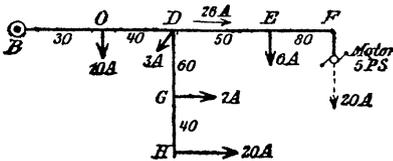

Fig. 37.
117. Einer Verteilungsleitung wird im Punkte B Strom zugeführt, der in den Punkten C, D, E, F in der in Fig. 37 eingezeichneten Stärke entnommen wird. Außerdem zweigt in D die Verteilungsleitung DH mit ihren Stromabnahmestellen G und H ab.
**Lösung:** Wir berechnen zunächst den Querschnitt der Leitung BF, wobei wir den in der Leitung DG fließenden Strom von 27 A als Belastung des Punktes D ansehen, es werden also in D im ganzen 30 A entnommen. In F ist ein 5 PS.-Motor angeschlossen. Rechnet man, wenn man den Wirkungsgrad des Motors nicht kennt, etwa 900 Watt pro PS., so gebraucht unser Motor  $5 \cdot 900 = 4500$  Watt, welches Produkt gleich  $ei$  ist, also ist die Stromstärke, die der Motor gebraucht,  $i = \frac{4500}{225} = 20$  A, was in Fig. 37 bei F angeschrieben steht. Mit diesen Werten wird nach IV
Fig. 37 a.
Zur Berechnung der Leitung DH ist die Kenntnis des zulässigen Spannungsverlustes in DH erforderlich, denn wir wissen nur, daß von B bis H 6 V verloren gehen dürfen. Wir berechnen also zunächst den Spannungsverlust in der Leitung BD. Zu dem Zweck untersuchen wir, welcher Strom in BD fließt. Offenbar ist dies der in C gebrauchte Strom von 10 A, der in D gebrauchte von  $3 \text{ A} +$  dem Strom, der in den Leitungen DG und DE, d. i.  $27 + 26$ , also 56 A, fließt. Die Belastung des Punktes D beträgt also 56 A, wobei jetzt die Leitungen DH und DF fortgelassen werden können, man erhält hierdurch Fig. 37 a und für diese ist nach IV